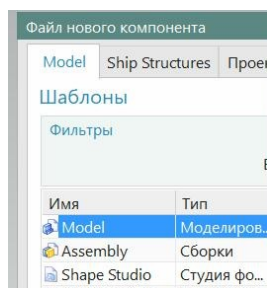

рис.81
- В ответ появится известное окно «**Файл нового компонента**», в котором, как обычно, нужно придумать имя этого компонента, и указать место его хранения (рис.81,82). Давайте в качестве имени предложим слово «**Подсборка**».